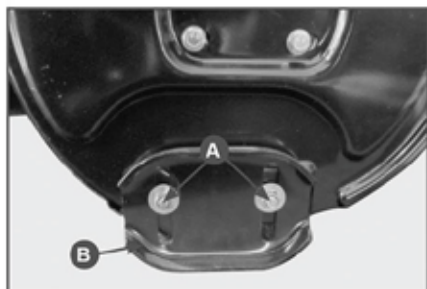

Рис. 24 Регулировка высоты забора снега
2. Ослабьте гайки крепления ползков (А), Рис.24 и установите ползки (В) на необходимую высоту. Снова затяните гайки.